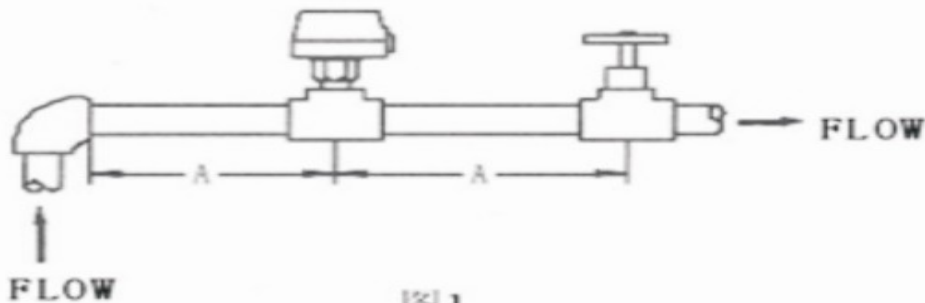

图 1
- 3、流量开关一定要安装一段直线管道上, 其两边至少 5 倍管径的直线行程, 同时应注意管道中液流方向必须与开关外壳上的箭头方向相一致, 其接线端子应在易于接线的位置;(图 1)